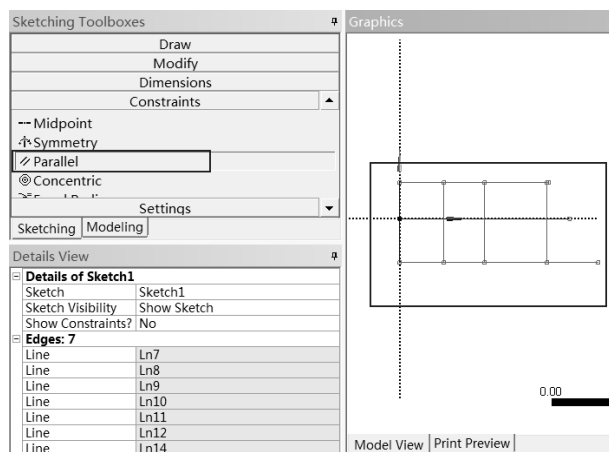

图 2-101 平行约束
Step5: 如图 2-101 所示, 选择 Constraints Parallel 命令, 然后单击图形右下角的两条水平线段, 如图 2-101 右侧所示, 使其被约束为平行。